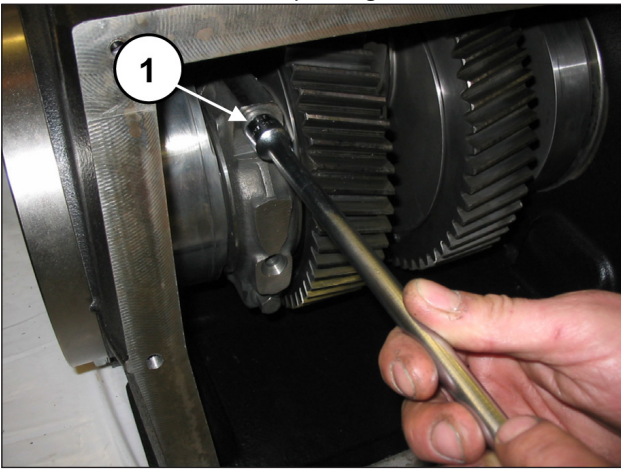

Fig. 18
Dévisser les vis de la bielle (rep. ①, Fig. 18).